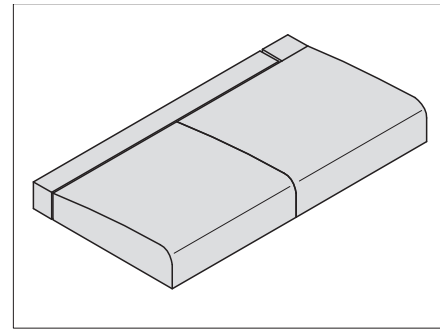
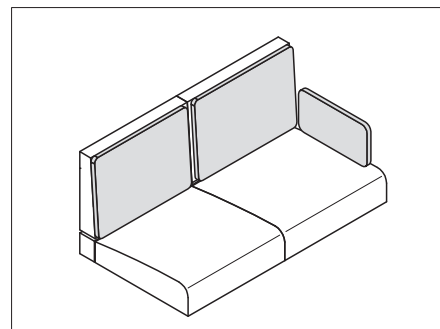

Fig. 204 Posicionar los apoyos del asiento
Fig. 206 Cojines para los apoyos del respaldo
- Colocar el cojín del asiento, el cojín del respaldo y los cojines adicionales como se muestra en Fig. 204 hasta Fig. 206.